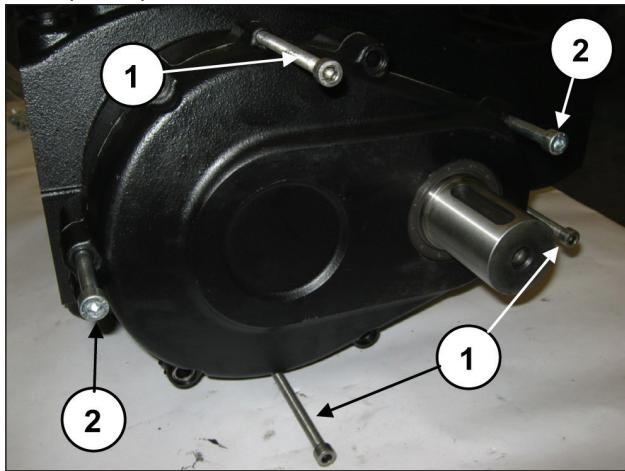

Рис. 5
Установите 3 штифта или резьбовых винта M8 (поз. ①, Рис. 5) с функцией съемников в соответствующие отверстия, и два винта M10 достаточной длины для поддержки крышки (поз. ②, Рис. 5).